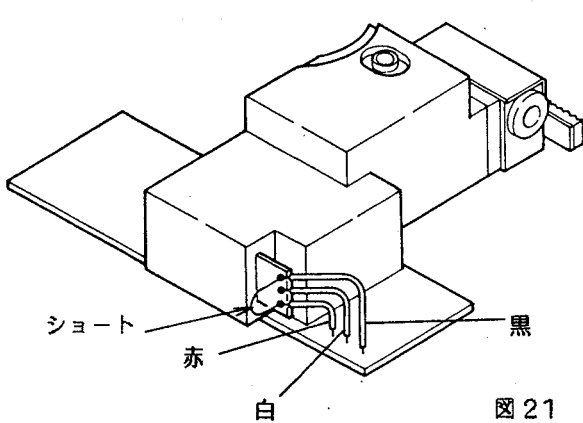

図21
1. レーザーピックアップを取りはずす時には、赤と黒のリード線が接続されている端子をハンダ付けしてショートします。それは、ピックアップ取りはずしの作業中起こるかもしれないレーザーピックアップの破損を防ぐためです。(図21, 22参照)